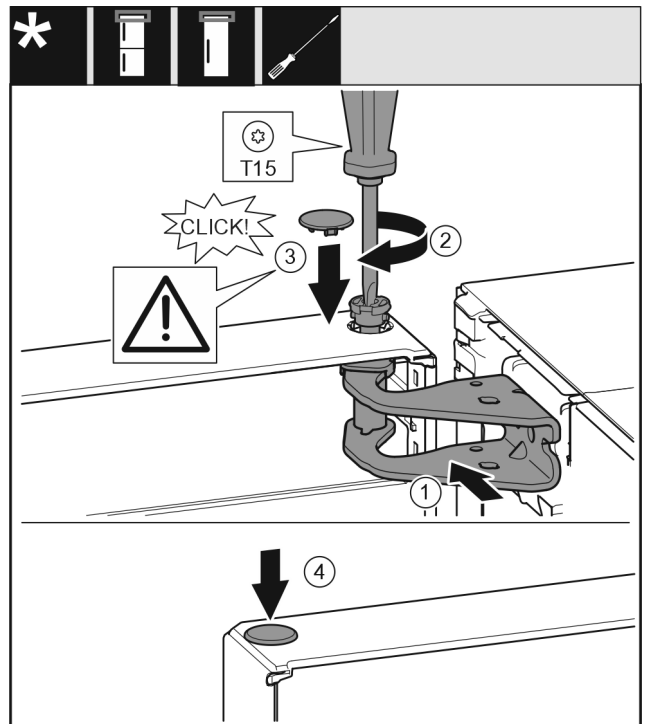

Fig. 18
- ▶ 将门的上方对准托架中的开口。Fig. 18 (1)
- ▶ 放入螺栓并用 T15 螺丝刀拧紧。Fig. 18 (2)
- ▶ 安装冰箱门安全装置的安全盖：放入安全盖并检查其是否紧贴贴在门上。否则，需将螺栓完全插入。Fig. 18 (3)
- ▶ 放上堵头。Fig. 18 (4)